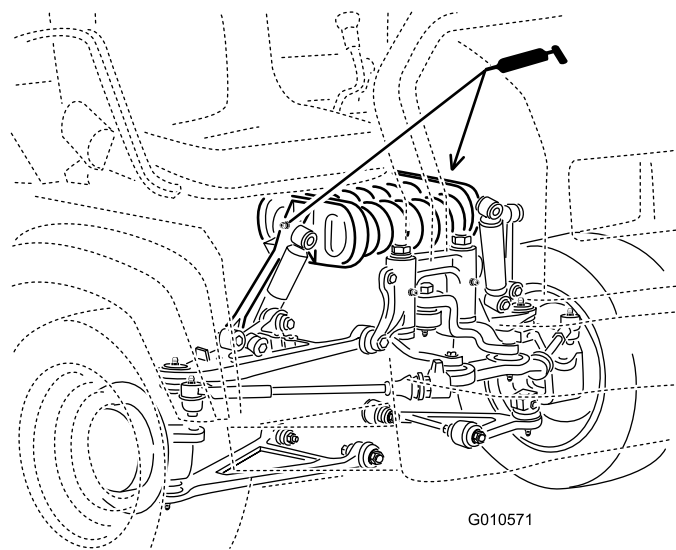

Figura 42
- Braccio di spinta (2) (Figura 42)